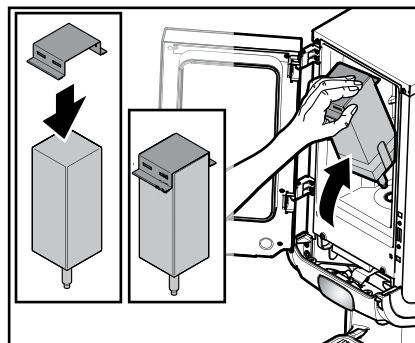

図63
1. 25リットル/0.33 galの製品パックをセットして装置を使用される場合、Cafitesseシステム販売店では、製品パックを正しい位置に固定するための専用アダプタをご用意いたします。（図63）